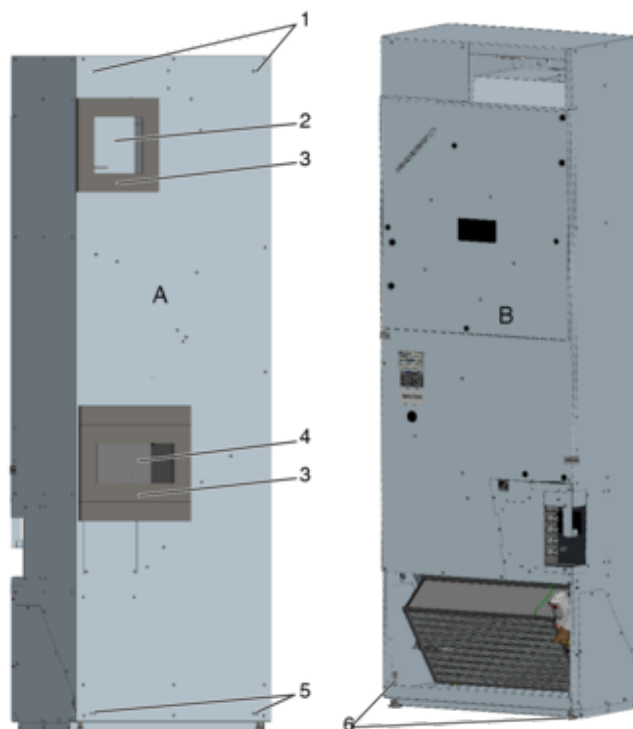

Abb. 4: Geräteaufstellung, Beispiel SCHOOLAIR-V
1. ▶ Lüftungsgerät mit der Fassadenseite (Abb. 4 /A) an die Fassade stellen. Die Luftöffnungen (Abb. 4 /2 und Abb. 4 /4) müssen dabei mit den Öffnungen in der Fassade übereinstimmen, ggf. mit Stellfüßen justieren.
2. ▶ Das Lüftungsgerät mit geeigneten Schrauben (\varnothing 6 mm) an den Befestigungslöchern (Abb. 4 /1 und Abb. 4 /5) mit der Fassade verschrauben.